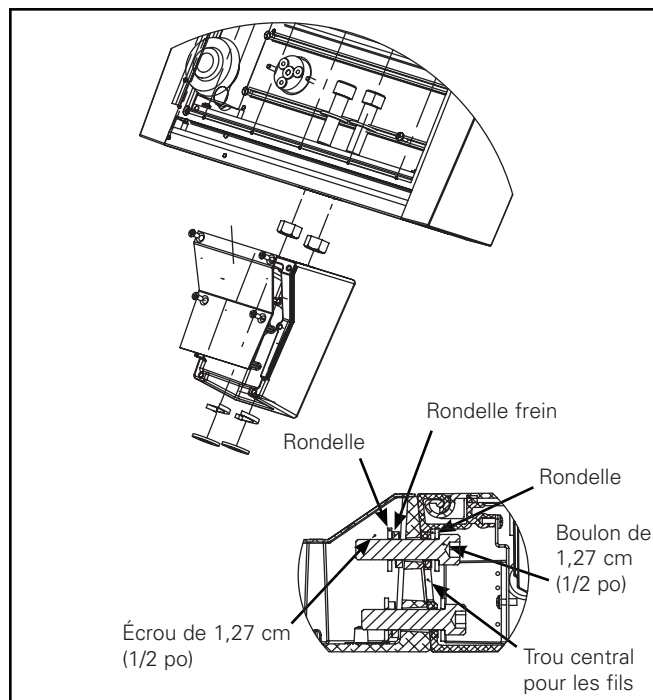

Figure 8.
3. Montez le bras latéral du boîtier à l'arrière du luminaire à l'aide des boulons longs de 0,6 cm x 4,4 cm (1/2 po x 1 3/4 po), des écrous et des rondelles fournis. Serrez les boulons à 55 N.m (40 pi-lb). Le boulon est inséré à partir de l'intérieur du luminaire. Tirez les fils au travers du trou central et vers le bras latéral du boîtier. (Figure 8)